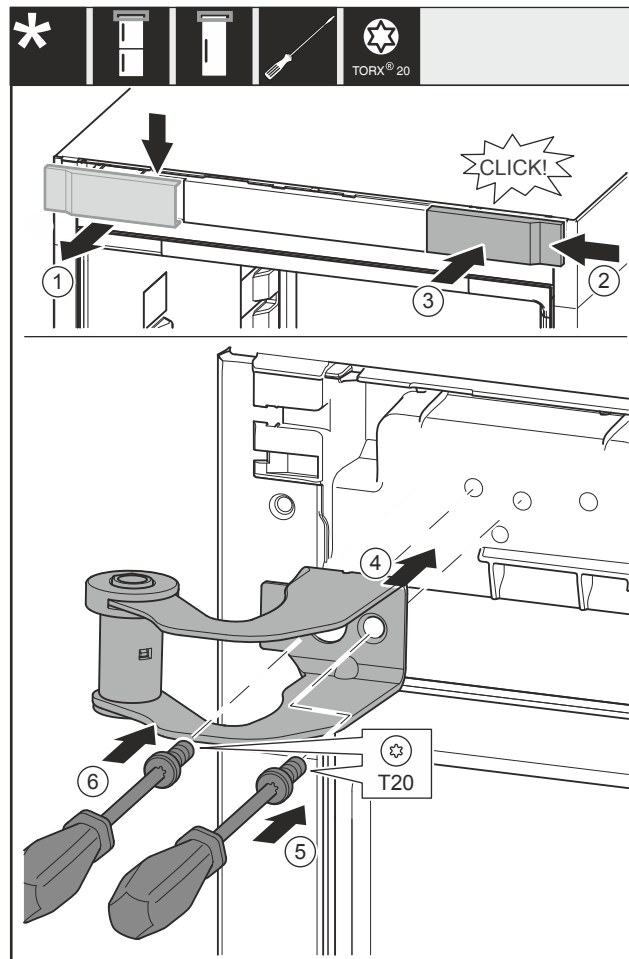

Fig. 16
- Rimuovere la copertura Fig. 16 (1) dall'alto in avanti.
- Agganciare da destra la copertura Fig. 16 (2) ruotata di 180° sull'altro lato.
- Innestare la copertura Fig. 16 (3).
- Applicare la staffa di supporto superiore Fig. 16 (4).
- Stringere la vite Fig. 16 (5).
- Stringere la vite Fig. 16 (6).